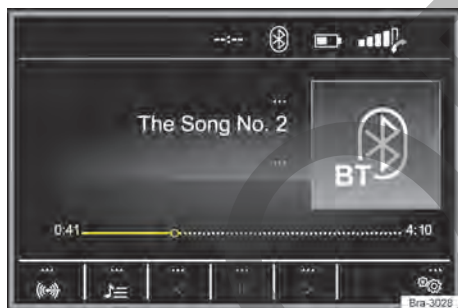
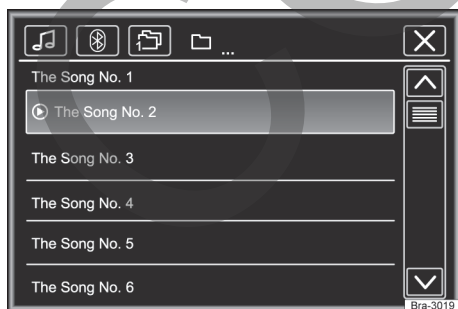

Fig. 113 Menú principal de medios.
Fig. 114 Operación de la radio: lista de estaciones.
- Presionar la tecla **MEDIA** para abrir el menú principal **MEDIA** → fig. 113.
Las fuentes de medios que se reproducen actualmente se exhiben en el botón de función en la parte inferior izquierda → fig. 113.
Legenda para → fig. 113 y → fig. 114:
Leyenda para → fig. 113 y → fig. 114: